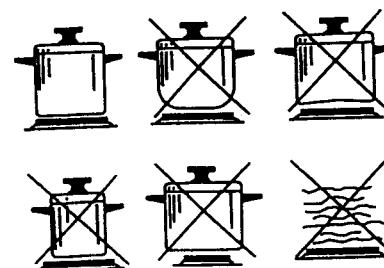

Рисунок 9 - Рекомендуемая кухонная посуда
- Для снижения расхода электроэнергии, ускорения процесса приготовления пищи и увеличения срока службы электроконфорок рекомендуется пользоваться кухонной посудой, имеющей плоское и ровное дно, диаметром равным или на 5-10мм большим диаметра электроконфорки (рисунок 9). Допустимая выпуклость или вогнутость дна посуды не более 1мм.